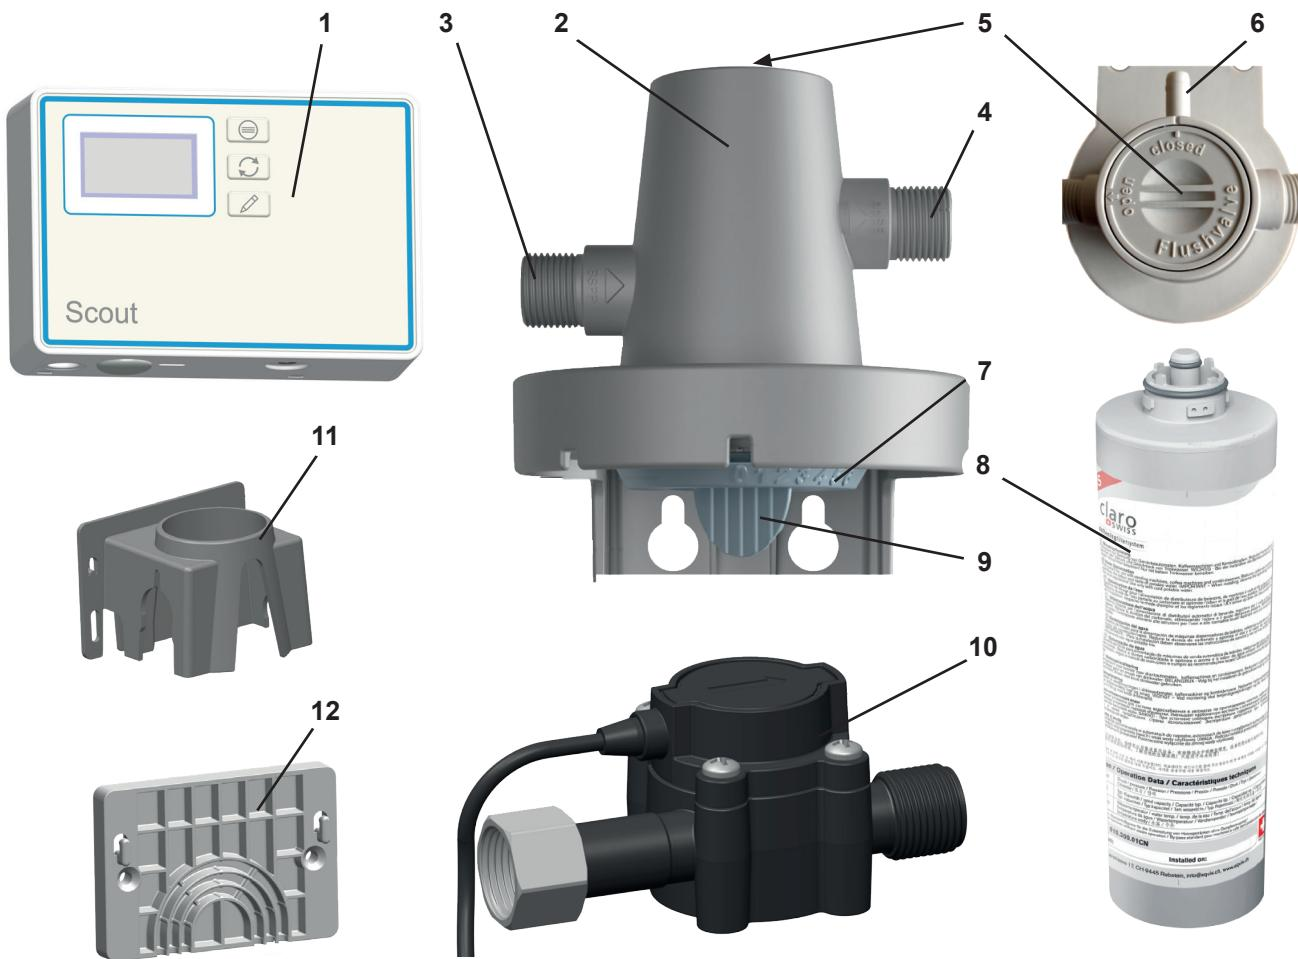

Abb. 1
- 1 POWER steamer water softener Durchflussmesser (Pos. 1, 10, 11, 12, Abb. 1)
- ⇒ Adapter 3/4“ - 3/8“ auf Anschluss der Sensoreinheit (10, Abb. 1) schrauben
- ⇒ Adapter 3/4“ - 3/8“ auf Eingang des Filterkopfs (3) schrauben.
- ⇒ Sensoreinheit mit der Überwurfmutter am Filterkopfausgang (4) verschrauben.